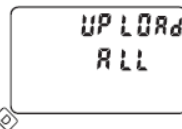

Fig. 22
- Si sólo la función "PRINT ALL" aparece, pulsar **D** para cambiar la función (*fig.22*).